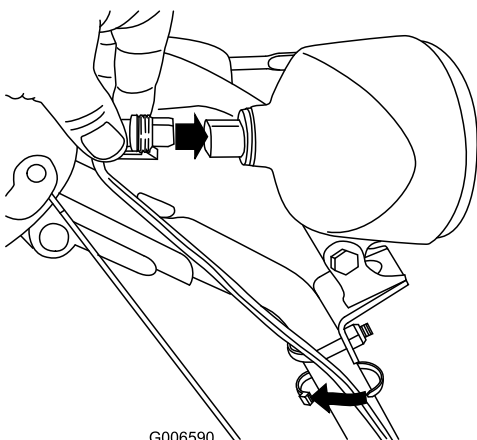

Рисунок 57
6. Вставьте соединитель в тыльную часть фары и надежно закрепите его (Рисунок 57).